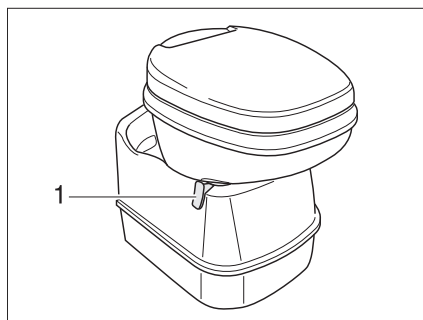
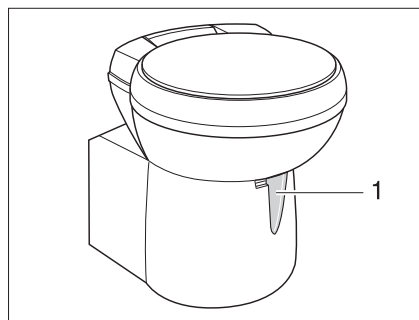

Fig. 234 Cuvette Thetford, orientable
Fig. 235 Cuvette Thetford, orientable (alternative)
- Avant d'actionner la chasse d'eau, ouvrir le curseur des toilettes Thetford. Pousser pour cela le levier du curseur (Fig. 234,1 ou Fig. 235,1) dans le sens inverse des aiguilles d'une montre.
- Pousser le levier du curseur (Fig. 234,1 ou Fig. 235,1) dans le sens des aiguilles d'une montre. Le curseur se ferme. Pour la vidange il **faudrait** que le curseur des toilettes Thetford soit fermé.